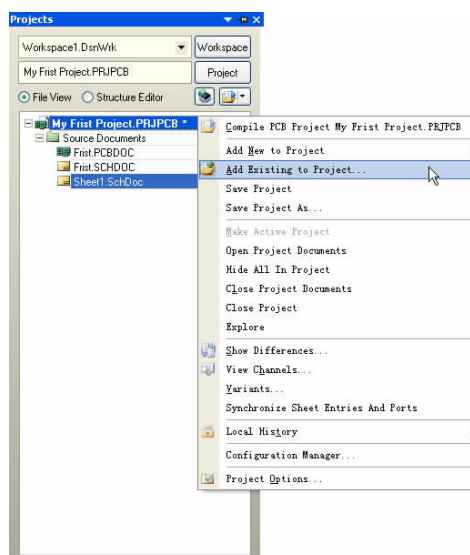

图1-11 执行添加设计文件到设计工程的菜单命令
2. 将鼠标光标移到“My First Project.PRJPCB”工程文件名上，然后单击鼠标右键，即可弹出如图 1-11 所示的菜单命令。执行菜单命令【Add Existing to Project】，在弹出的选择文件对话框中选中“First.SchLib”，然后单击  按钮即可。